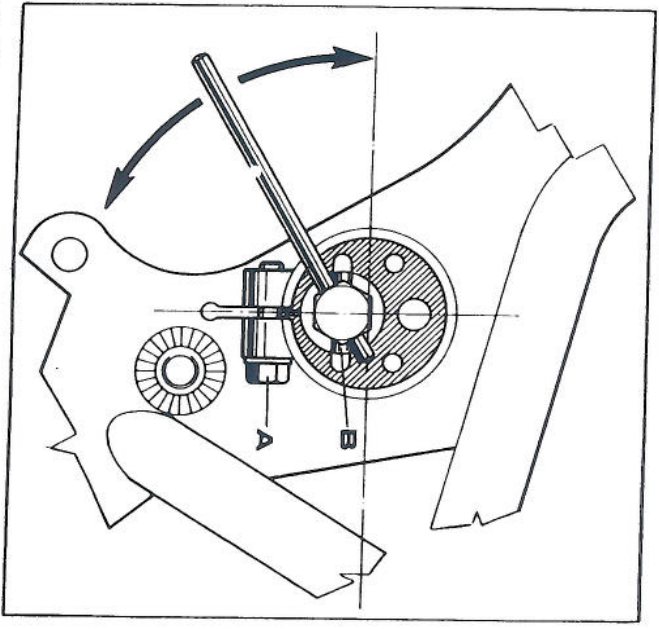

Fig. 15
après avoir enlevé le couvercle protecteur en plastique, desserrer le boulon A sur les deux côtés de la moto (fig. 15);
die kleinen Bolzen (A) (Abb. 15), stecken Sie den Ketten-